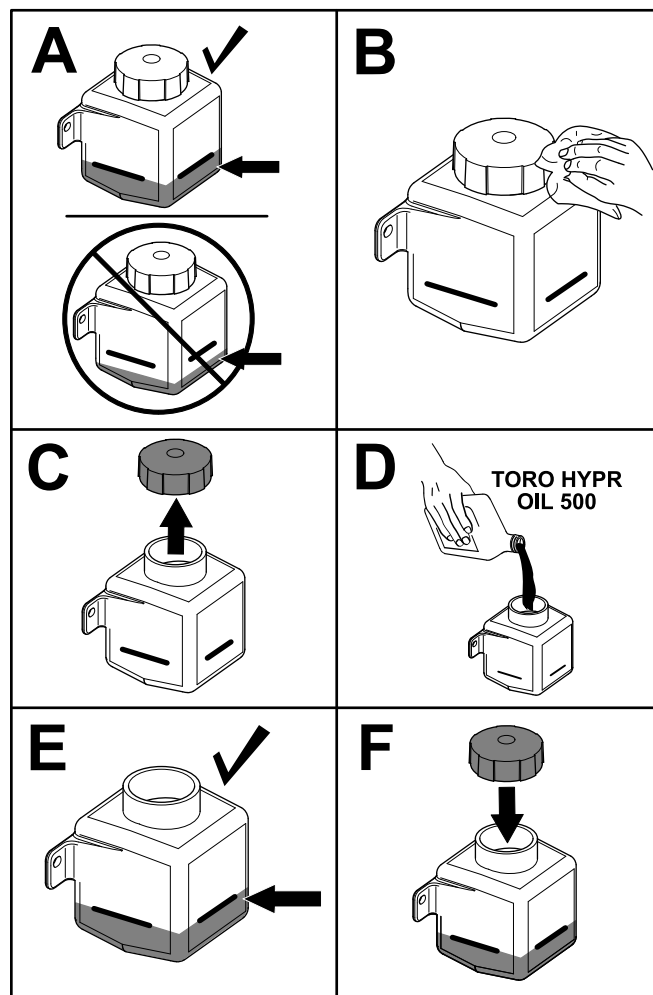

Figura 62
4. Verifique o nível de fluido na lateral do depósito hidráulico (Figura 62). Continue o procedimento se o nível se encontrar abaixo do nível de enchimento a frio.
5. Limpe a zona em redor da tampa do depósito hidráulico (Figura 62).
6. Retire a tampa do tubo de enchimento e adicione fluido ao reservatório até que atinja o nível de enchimento a frio (Figura 62).
7. Coloque a tampa no depósito (Figura 62).